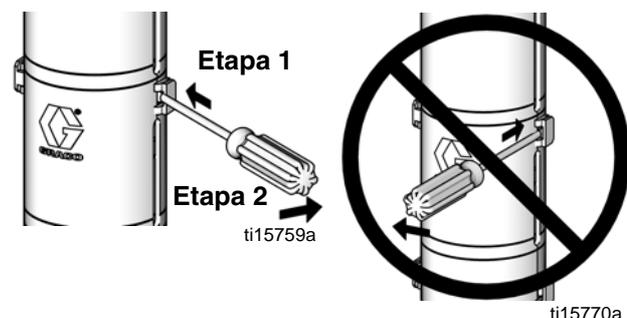

FIG. 3. Desmontagem das proteções
3. **Modelos com bombas de válvulas de 4 esferas vedadas:** Remova a blindagem de peças duplas (9) inserindo uma chave de fenda direto na ranhura e usando-a como uma alavanca para soltar a lingueta. Repita para todas as abas. **Não utilize** a chave de fenda para separar as proteções. Consulte a FIG. 3.
4. Solte a porca de acoplamento (10) e remova os colares (11). Remova a porca de acoplamento (10) da haste do pistão (R). Solte as contraporcas (5) dos pinos de ancoragem (4). Separe o motor (1) e a válvula (2).